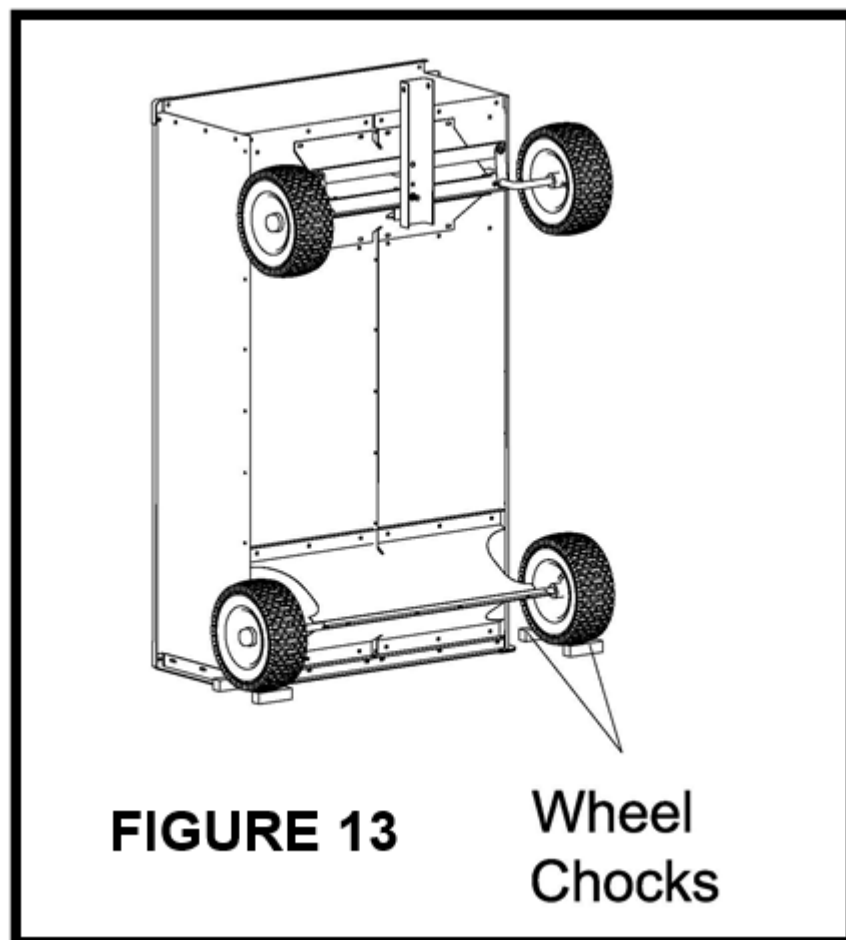

Abbildung 13
- a) Heben Sie die Hinterräder wie in **Abbildung 13** gezeigt an.